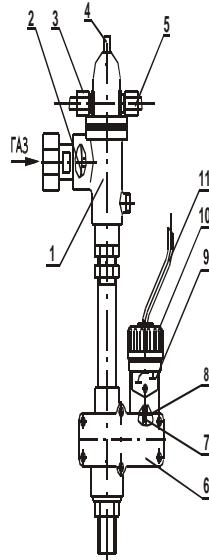

Рис. 2 Автоматика аппарата
4.2. Клапан газовый магнитный 1 (Рис.2) представляет собой электромеханическое устройство. Состоит из корпуса, внутри которого находится клапан, коробки магнитной, и служит для подачи газа к запальнику и горелке и автоматического отключения подачи газа при:
4.4. Терморегулятор 6 (Рис.2) предназначен для регулирования температуры воды в баке и состоит из узла "сильфон - термобаллон", установленного внутри бака аппарата, системы рычагов и клапана, расположенных в корпусе терморегулятора.
На корпусе закреплена шкала настройки и гайка регулировочная 10 (Рис.2), вращая которую можно настраивать автоматику на температуру от 50 °C до 90 °C. Эта перемена температуры вызывается перемещением сильфона вместе со штоком 7 вверх (вниз) при вращении гайки регулировочной.
- нажимать кнопку пусковую 4 (Рис.2) и вращать гайку регулировочную терморегулятора нагрева воды 10 (Рис.2) без надобности;
5.5. Во избежание разрушения пайки контактов термопары, электромагнита и провода датчика тяги не затягивайте сильно накидные гайки 3, 5 (Рис.2) при навертывании их на штуцера электромагнита.